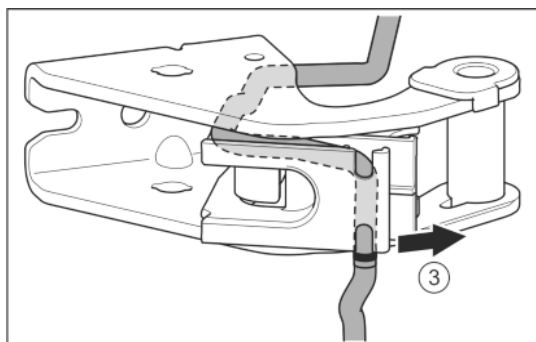

Fig. 26
- ▶ Высвободить кабель из направляющей. Fig. 26 (3)